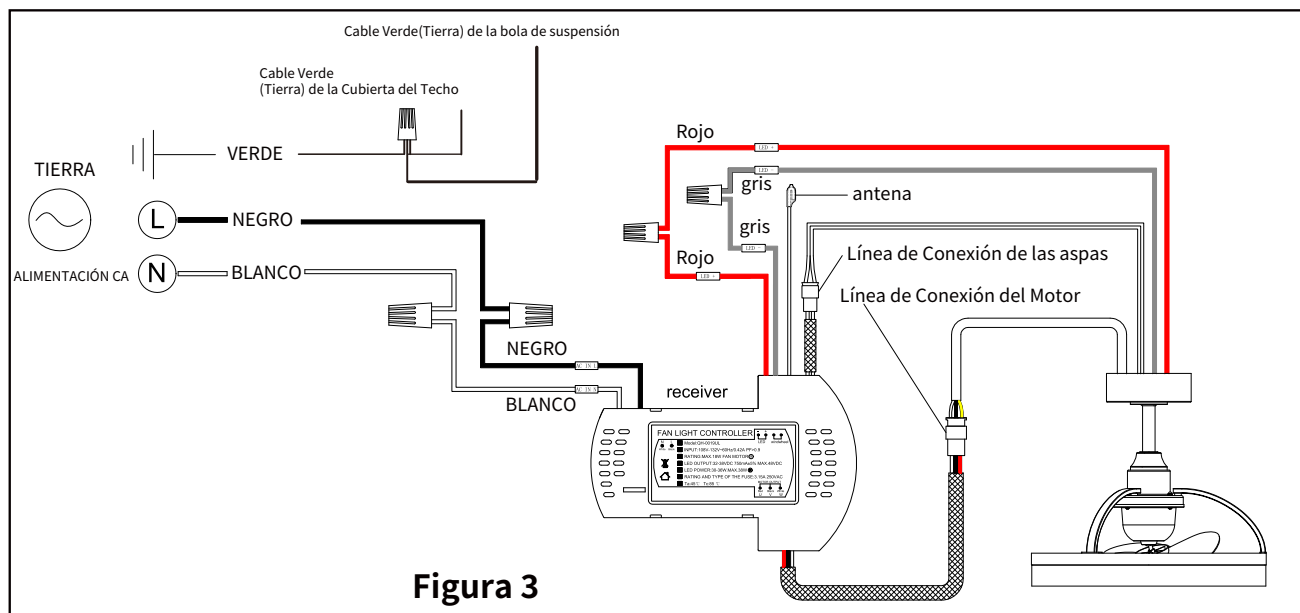

Figura 3
- Fije firmemente el soporte de suspensión a la caja de salida utilizando los tornillos y arandelas de la caja suministrados con la misma. (Figura 3)
- ☐ Conecte el cable de las aspas (cabeza giratoria) a la toma hembra pequeña del receptor (Figura 3).